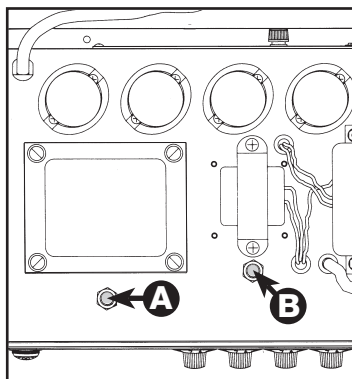

FIG. 1
- A. HUM BALANCE ADJUSTMENT** - Diese Regulierung minimiert das an den Lautsprechern hörbare Brummgeräusch, das durch ein Ungleichgewicht in den Glühfäden der Röhren verursacht wird. Nehmen Sie die Regulierung nach dem Auswechseln der Röhren vor. Regulierungsanleitung: Schalten Sie den Verstärker 2 Minuten lang EIN, wobei kein externes Gerät an den INPUTS angeschlossen sein darf. Drehen Sie die Regler VIBRATO CHANNEL - VOLUME, MIDDLE und BASS vollständig in Uhrzeigerichtung und den Regler TREBLE vollständig gegen die Uhrzeigerichtung. Drehen Sie alle NORMAL CHANNEL-Regler vollständig gegen den Uhrzeigersinn. Schalten Sie die Effekte REVERB und VIBRATO aus. Drehen Sie anschließend mit einem Schlitzschraubendreher den BALANCE ADJUSTMENT-Regler (siehe „A“ in ABB. 1) abwechselnd in beide Richtungen, und wählen Sie die Position, bei der die geringsten Brummgeräusche entstehen.
**A. BALANCE ADJUSTMENT** - この調整は真空管のフィラメントのアンバランスによる電気音を低下します。真空管を交換した際にこれで調整してください。調整手順**INPUTS**に何も指し込んでいない状態にし、アンプの電源を入れて、2分間待ちます。**VIBRATO CHANNEL - VOLUME - MIDDLE - BASS**のノブを時計方向にいっぱいまで廻し、**TREBLE**ノブを逆時計方向にいっぱいまで廻します。すべての**NORMAL CHANNEL**ノブを逆時計方向にいっぱいまで廻します。**REVERB**及び**VIBRATO**エフェクトをオフにします。**BALANCE ADJUSTMENT** コントロールにマイナス・ドライバを差込み (図1の『A』参照)、左右廻しながら最も雑音の少ない位置を確認します。